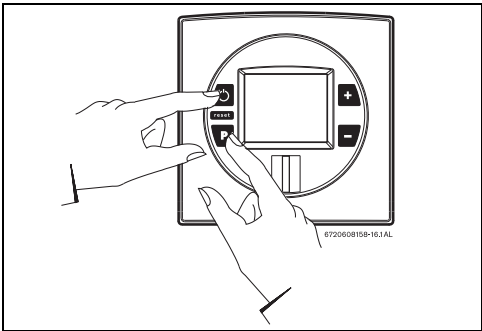

Fig. 50 Modo de ajuste de gás
- ▶ Manter pressionado a tecla de programas e pressionar o interruptor principal ON/OFF para ligar o aparelho (Fig. 50).